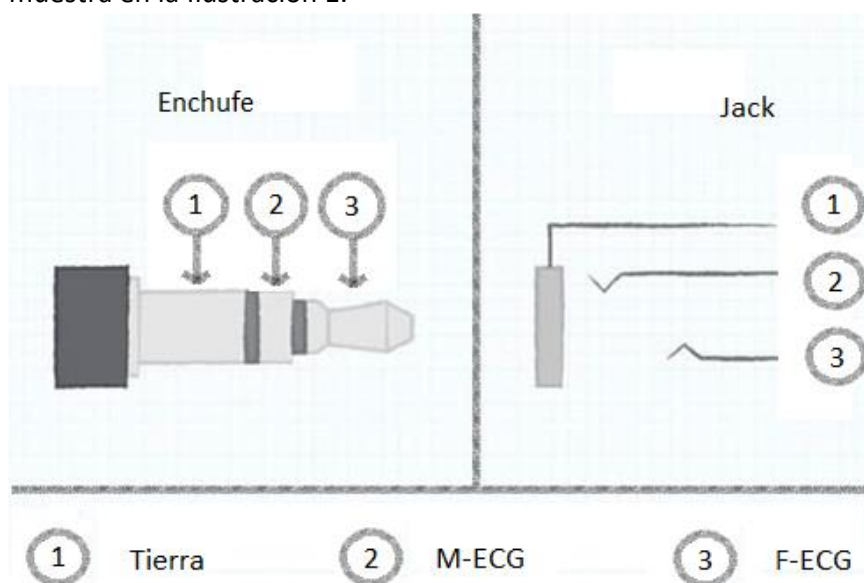
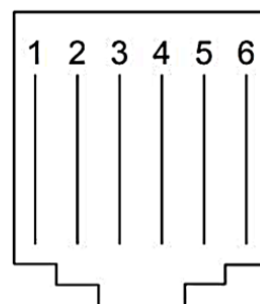

Ilustración 1 Pines de la salida analógica (Jack 3.5mm)
Ilustración 2 Pines de la salida digital (RJ11)
- La **salida analógica** proporciona dos señales que no son simultáneas ya que los electrodos comparten el mismo puerto. Tal como se menciona en el apartado I de la Imagen 1-4, se trata de un puerto Jack de 3.5mm de tres polos como se muestra en la Ilustración 1.
- La **salida digital** está formada por tres puertos RJ11 que proporcionan la misma salida. Esto puede ser una ventaja si se quiere almacenar las señales en tres dispositivos a la vez. El puerto está configurado como se muestra en la Ilustración 2 y utiliza el protocolo de comunicación RS232.
El Corometrics utiliza dos tipos de puertos para los dos tipos de comunicación. Para el medio digital se utiliza un puerto RJ11 (Imagen 1-4 parte H) con el protocolo de comunicación RS232 y para el medio analógico un puerto Jack de 3.5mm (Imagen 1-4 parte I). Para poder realizar la comunicación, el cable digital debe estar diseñado según el esquema de la Ilustración 2 mientras que, para el puerto analógico se ha de tener en cuenta lo indicado en la Ilustración 1. En el caso analógico se ha elegido un cable convencional macho – macho, y para el medio digital la mejor opción fue usar un cable RJ11 – USB.
Para la prueba analógica se ha utilizado un osciloscopio digital conectando, según la Ilustración 1, los cables para obtener la señal del Electrocardiograma Fetal (ECG-F) y el Materno (ECG-M). En dichas pruebas se han obtenido las siguientes conclusiones:
- Como se muestra en la Ilustración 1, del pin 2 del Jack se recibe la señal del ECG-M y del pin 3 se obtiene la señal del ECG-F.